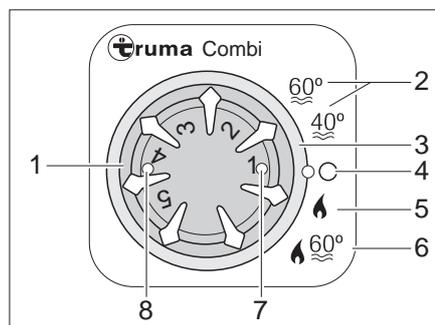

Bild 212 Bedieneinheit für Heizung/Boiler
Betriebsart wählen: ■ Betriebsart mit dem Drehschalter (Bild 212,3) einstellen.
Winterbetrieb Die Heizung wählt nach eingestellter Heizstufe selbstständig die benötigte Brennerstufe. Bei Betriebsart "Heizung und Boiler" (Bild 212,6) wird auch das Wasser im Boiler erhitzt. Die Heizung kann in der Betriebsart "Heizung ohne Boiler" (Bild 212,5) mit leerem Boiler betrieben werden.
- Temperaturdrehknopf (Bild 212,1) an der Bedieneinheit auf gewünschte Heizstufe stellen.
- Drehschalter (Bild 212,3) auf Winterbetrieb "Heizung ohne Boiler" (Bild 212,5) oder auf Winterbetrieb "Heizung und Boiler" (Bild 212,6) stellen.
Grüne Kontroll-Leuchte (Bild 212,7) leuchtet.
- Drehschalter (Bild 212,3) auf "O" (Bild 212,4) stellen.